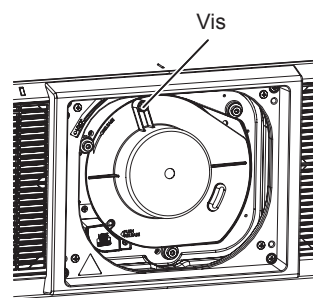

Fig. 3
4) Fixez le cache pour orifice d'objectif. (Fig. 3)